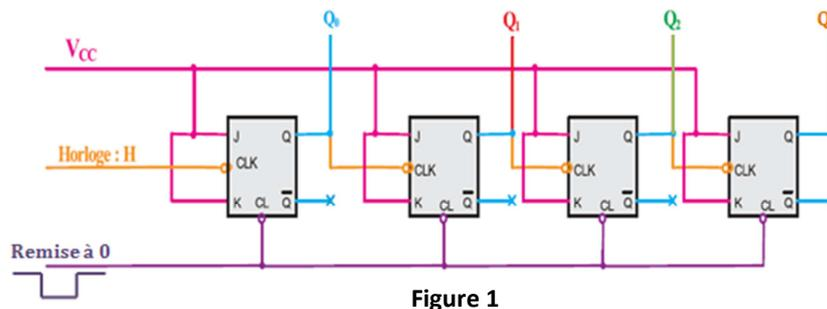

Figure 1
1. Réaliser un compteur binaire asynchrone modulo 16 à l'aide des bascules JK (**Figure 1**).